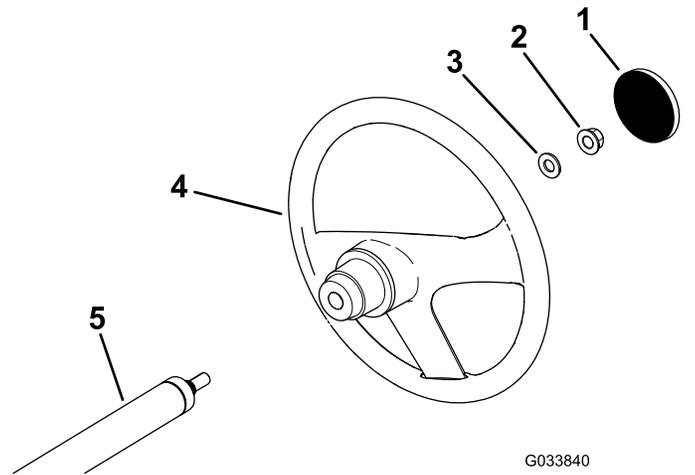

图 3
1. 如果方向盘轮毂安装了护罩将其卸掉图 3。
2. 从转向轴上卸下锁紧螺母图 3。
3. 将方向盘和垫圈½ 英寸滑入转向轴图 3。
5. 将护罩安装到方向盘上图 3。